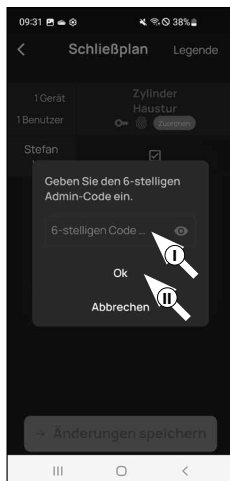

Fig. 5
⑥ Vous êtes prié de vous authentifier avec votre code administrateur. Entrez-le et confirmez par « OK » (Fig. 5).